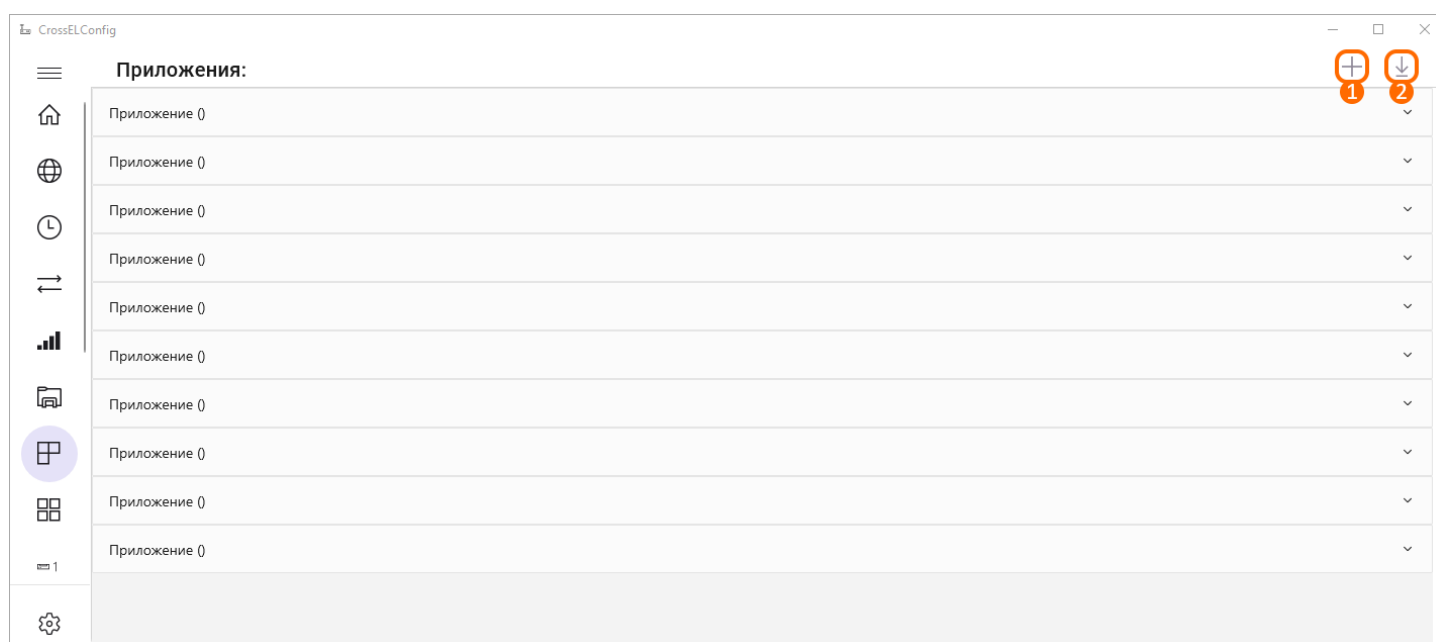

Рисунок 10 – Вкладка «Приложения»
Вкладка позволяет настроить автономное чтение и хранение текущих показаний в энергозависимой памяти модема (рис. 10). Архивные данные модема доступны посредством WEB-интерфейса или протоколу «STEEL». В процессе добавления приложений потребуются файл программы, предназначенной для взаимодействия с конкретной моделью прибора. Получение таких файлов и возможность реализации новых (для ранее неподдерживаемых моделей приборов) выполняется через обращение в техническую поддержку ООО «Старорусприбор» (support@staroruspribor.ru).
- Кнопка добавления приложения (рис. 10, элемент 1) позволяет добавить новое приложение. По нажатию на кнопку будет отображено окно, в котором потребуется выбрать файл программы и кликнуть по кнопке «Открыть» в правой нижней части окна.
- Кнопка чтения приложений (рис. 10, элемент 2) позволяет считать список текущих приложений на модеме.